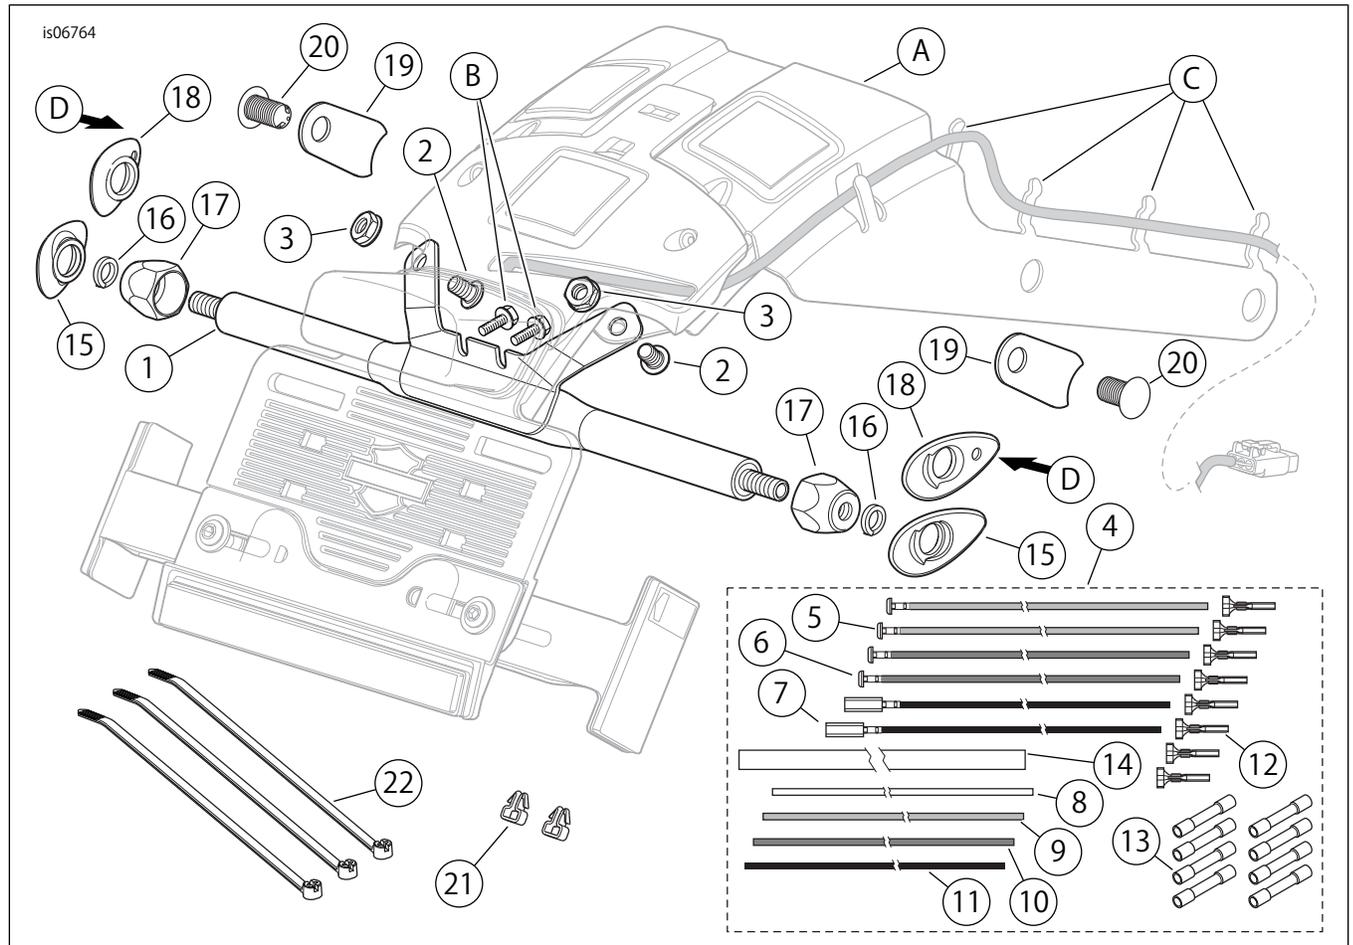

図3. 交換用パーツ、FXSテール/ストップ/ターンシグナルリロケーションキット
- 「図3」を参照してください。黒く塗ったジャムナット(17)をライトバー溶接部のスレスタッドの1つに仮留めします。ジャムナットに対して、ロックワッシャー(16)をスタッドに配置します。図の向きでスタッドに黒のリセスカバー(15)を取り付けます。
- 「図3」を参照してください。黒く塗ったジャムナット(17)をライトバー溶接部のスレスタッドの1つに仮留めします。ジャムナットに対して、ロックワッシャー(16)をスタッドに配置します。
1. 「図3」を参照してください。右側のSTTランプワイヤーをライセンスプレートイルミネーターのワイヤーに沿って、チャンネルとライセンスプレートモジュールサポートアッセンブリー(A)の4つのクリップ(C)の後ろを通して、フェンダーのフロントの方向に、フェンダーの配線通し穴を通して送ります。左側のSTTワイヤーでも繰り返します。